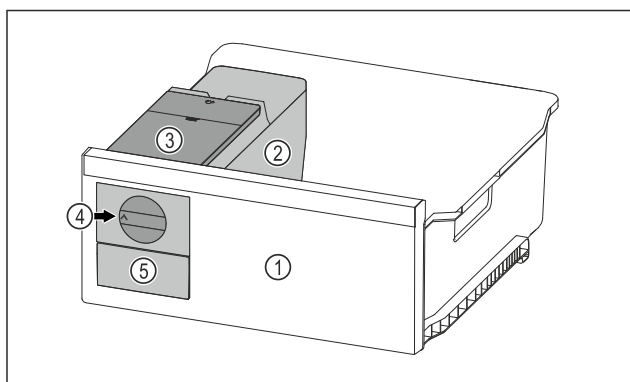

Fig. 150 Примерное изображение
- ▶ Поверните поворотную кнопку Fig. 150 (4) по часовой стрелке до упора.
- ▶ Кубики льда упадут из ванночки для кубиков льда в выдвижной ящик для кубиков льда Fig. 150 (5). Если не все кубики льда извлекаются из ванночки для кубиков льда: